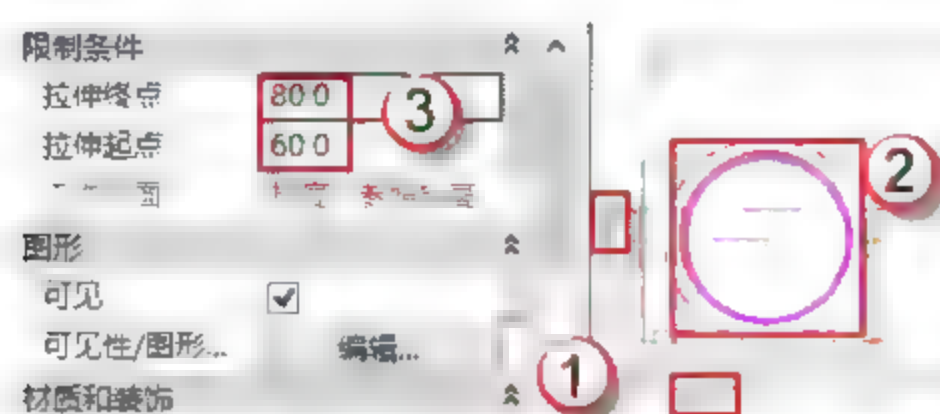

图 8.2.14 绘制炉围 B
(14) 炉围 B (由半径为 250mm 的圆与 半径为 240mm 的圆围合成的圆环, 其高度为 30mm)。返回到“楼层平面-参照标高”平面, 按快捷键 C+O 和 M+M 绘制参考线。选择“创建”→“拉伸”→“圆形框”命令, 绘制图框 a (半径 250mm), 在选项栏中更改偏移量为“-10”, 绘制图框 b (半径 240mm), 在“属性”面板中编辑“拉伸起点”和“拉伸终点”的数值 (60, 80), 然后单击√按钮, 如图 8.2.14 所示。